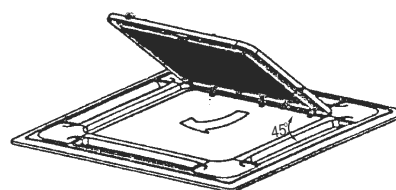
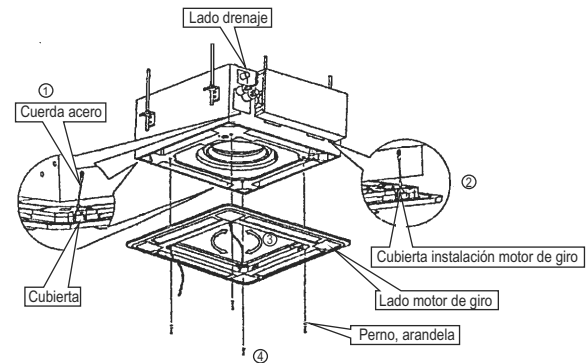

Fig. 22
Fig.23
- Tire de la rejilla hacia arriba hasta que forme un ángulo de 30° y quítela (vea Fig. 22)
(2) Instale el panel
- Alinee el motor con el panel del receptor de agua del cuerpo adecuadamente (vea Fig. 23).
- Ate la cuerda de 4 fijaciones del cuerpo principal y las otras 3 cubiertas del motor (vea Fig. 23).
- Instale el panel del cuerpo principal sin perno (M5 x 1) y arandela. Vea Fig.23.